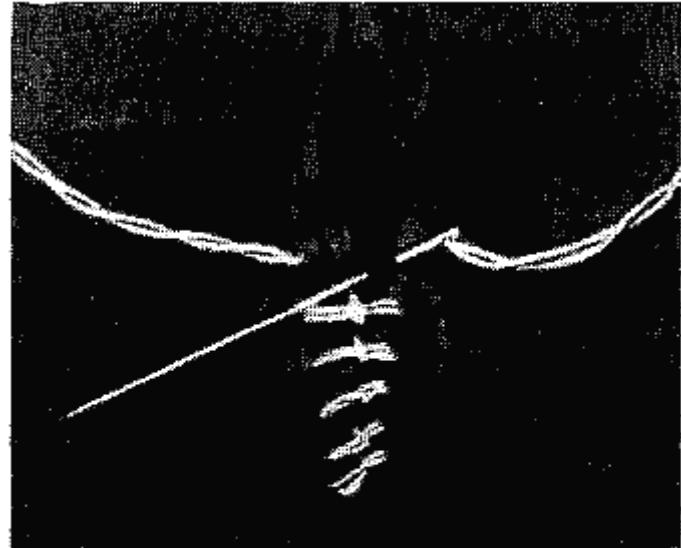

Рис. 58. Боцманский шов (штопка). Нитку надо затягивать ровно, чтобы соединились края разрыва; при большей затяжке могут появиться морщины
**Боцманский шов.** Такой шов применяют, когда хотят временно или постоянно соединить два края разрыва. Это единственный случай, когда профессиональный парусный мастер завязывает на конце нитки узелок в самом начале работы. Сначала стежки бывают более слабыми, чем на остальной части работы. Шить надо слева направо и начинать шитье с дальнего от вас края разрыва, втыкая иглу снизу вверх; затем иглу вытаскивают вверх и втыкают в противоположный край разрыва сверху вниз, образуя стежок (рис. 58 и 59), потом снизу вверх пропускают через разрыв с левой стороны от этого стежка, нитка ложится поперек стежка, а игла вкалывается опять снизу вверх на дальнем крае разрыва. Весь процесс повторяется. Каждый стежок должен быть затянут не сильнее, чем это необходимо для соединения краев разрыва. Однако стежки не должны быть слабыми — ведь они накладываются для соединения краев разрыва. При окончании работы нить завязывают полуштыком и подсовывают под последний стежок.